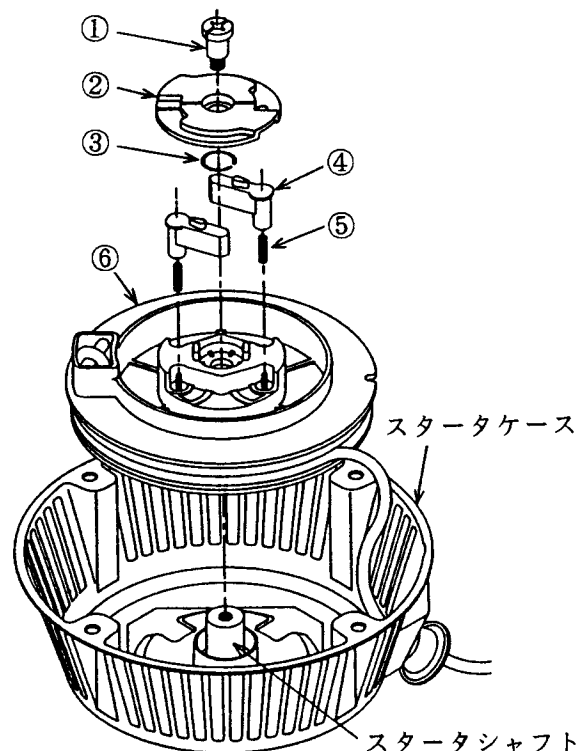

Fig 12-2
(3) 部品はFig 12-2の様に取り外して下さい。
- ① セットスクリュ
- ② ラチェットガイド
- ③ フリクションスプリング
- ④ ラチェット
- ⑤ リタンスプリング
- ⑥ リール
最後に部品をFig 12-2で取り外した逆の順に組込んで下さい。